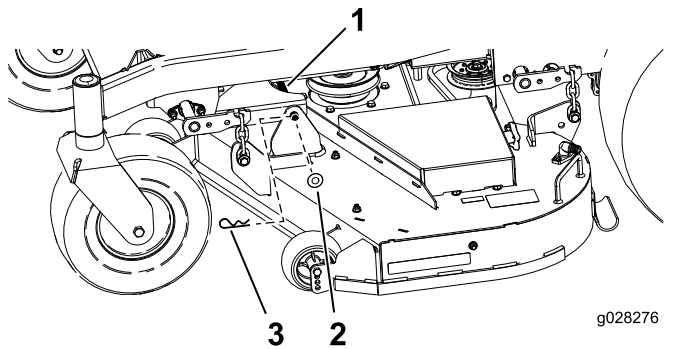

Figure 63
- Retirez la goupille fendue et la rondelle qui fixent la barre de liaison au cadre et au tablier, et enlevez la barre de liaison (Figure 63).
9. Fixez la barre de liaison avec les goupilles fendues et les rondelles retirées précédemment (Figure 63).